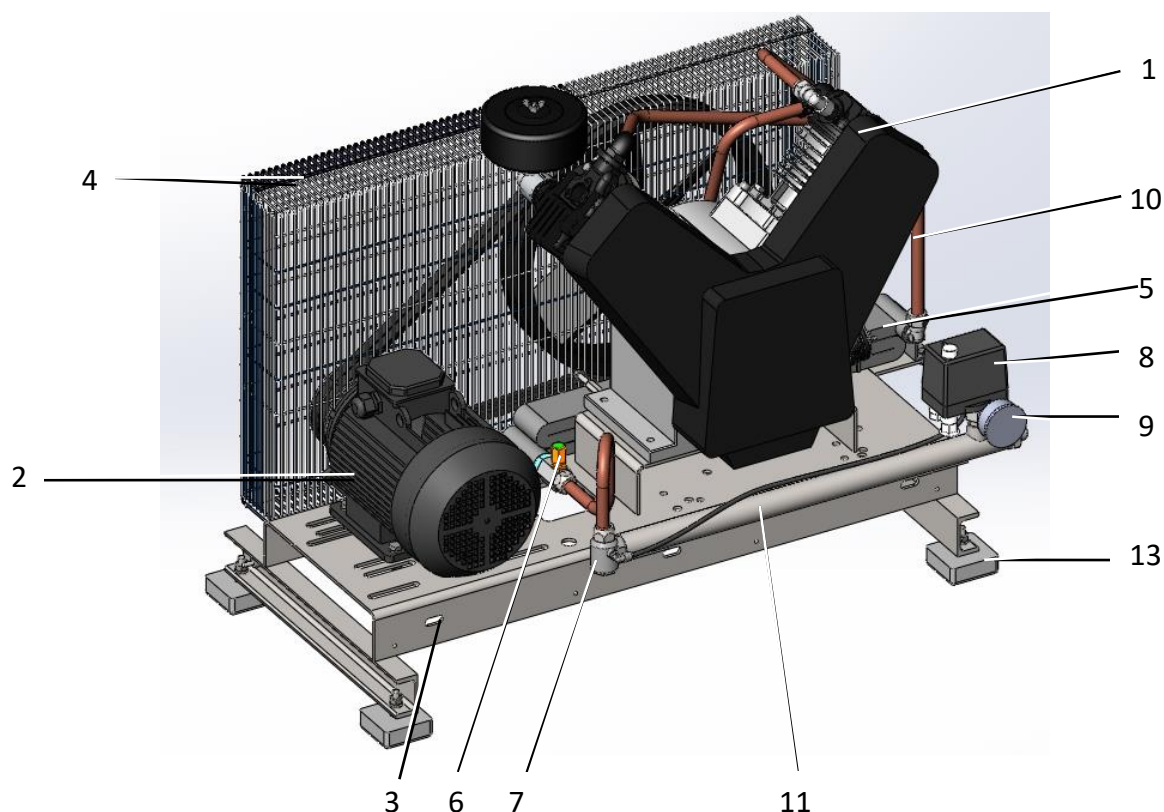

Рисунок 3 Установка компрессорная СБ4-F55/8, СБ4-F55, СБ4-F55/14
6.3.3 На отводящем трубопроводе необходимо установить трехходовой кран или другое устройство, обеспечивающее сброс давления воздуха из коллектора 12 (см. рисунок 3), при остановке и отключении компрессора от воздушной сети.
Компрессор (рисунок 3) состоит из следующих основных сборочных единиц и деталей: блока компрессорного 1, электродвигателя 2, платформы 3, защитного ограждения 4, охладителя 5, предохранительного клапана 6, обратного клапана 7, прессостата 8, манометра 9, воздухопровода 10, коллектора 11, виброопор 12.